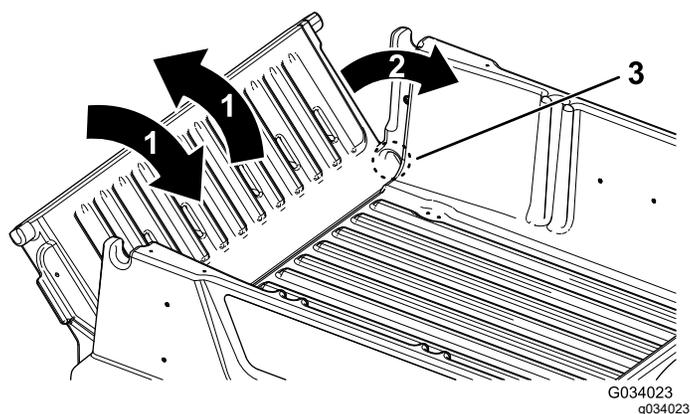

図 17
2. テールゲートを 45°程度の角度にする 図 17。
るように数回往復させる 図 17。